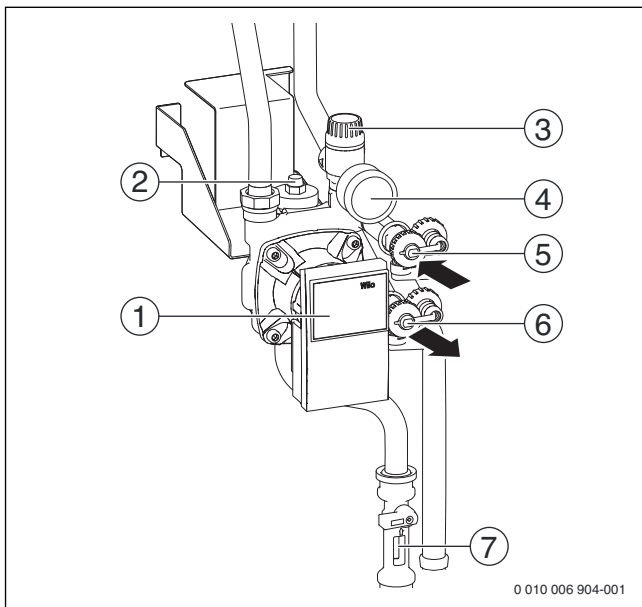

Fig. 73 Aperçu du groupe solaire
- ▶ Raccorder le dispositif de remplissage comme représenté dans la fig. 73.
- ▶ Ouvrir les robinets de remplissage et de vidange. (→ fig. 73, [5] et [6]).
- ▶ Pendant la purge, brider plusieurs fois rapidement le robinet de remplissage et de vidange côté aspiration (→ fig. 73, [6]), puis l'ouvrir rapidement entièrement. Les bulles d'air qui se sont accumulées dans la conduite peuvent ainsi se résorber.